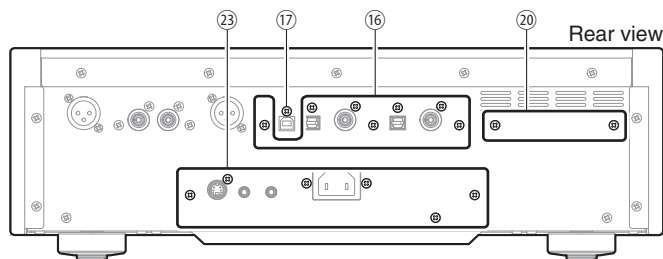

Fig. 8
- Remove 7 screws (16) and screw (17). (Fig. 8)
- Remove 2 screws (20). (Fig. 8)
- Remove 6 screws (23). (Fig. 8)
- ⑯のネジ7本、⑰のネジ1本を外します。(Fig. 8)
- ⑳のネジ2本を外します。(Fig. 8)
- ㉓のネジ6本を外します。(Fig. 8)